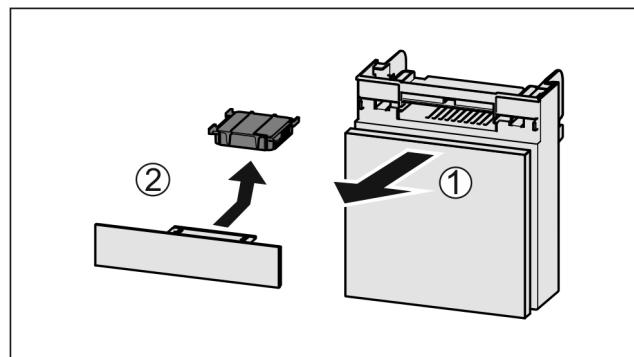

Fig. 31
- Издърпайте Fig. 31 (1) напред отделението.
- Извадете Fig. 31 (2) филтъра с активен въглен.